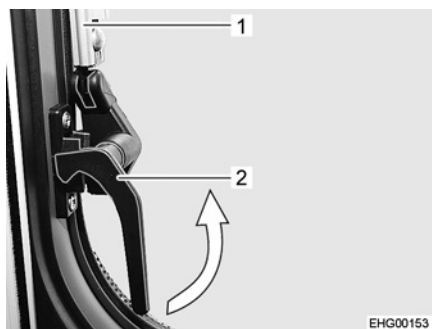

Bild 23 Låsarm, i sidan (i läget "stängd")
- Sväng låsarmarna i sidorna (Bild 23,2) ett kvarts varv mot fönstrets mitt.
- Öppna det överkantshängda fönstret till önskat läge. Automatik-spärren (Bild 23,1) hakar fast automatiskt.